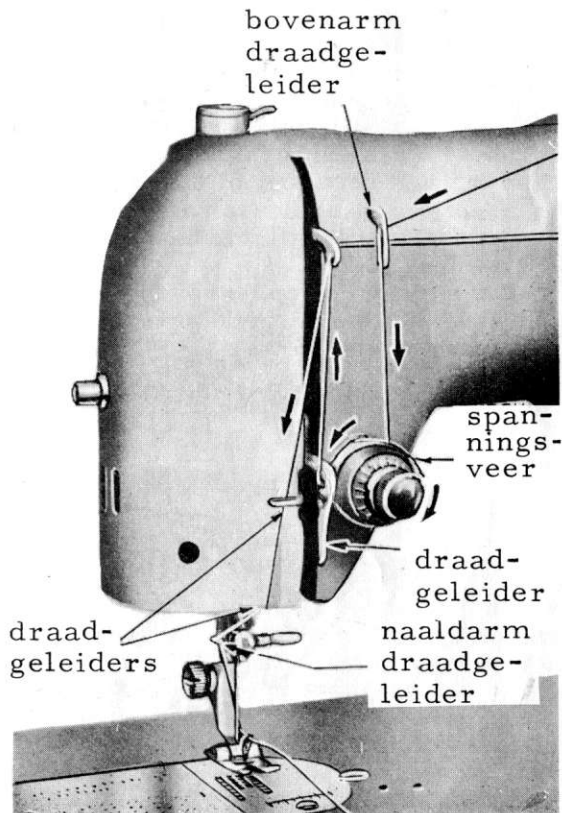

Fig. 11
2. Voer de draad door de bovenarm-draadgeleider (fig. 11).